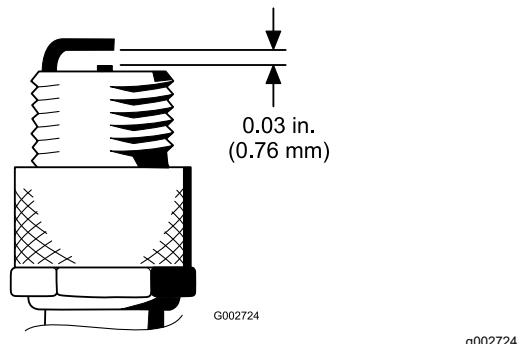

図 27
- エアギャップを 0.76 mm に調整する図 27を参照。正しく調整された点火プラグをガスケットシールと共にエンジンに取りつけ、 $23\text{N}\cdot\text{m} 2.3\text{kg}\cdot\text{m} = 200\text{in-lb}$ にトルク締めする。トルクレンチがない場合は十分に締め付ける。